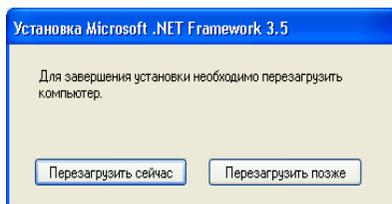

Рисунок 7.6
- 6) Для завершения установки программы "FrameWork_3.5" щелкнуть по кнопке **Выход** и в появившемся окне (рисунок 7.6) щелкнуть по кнопке **Перезагрузить сейчас**. После перезагрузки ПК следует приступить ко второму этапу установки программы для управления трансформатором CA535.